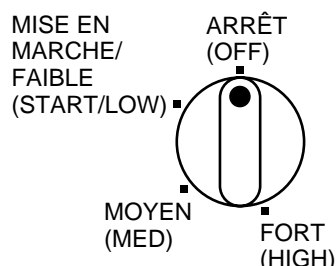

Figure 5 - Positions du bouton de commande
6. Tourner le bouton de commande sur la position FAIBLE (LOW) et l'enfoncer (voir la figure 5). Maintenir le bouton enfoncé et appuyer sur le bouton de l'allumeur piézo-électrique. Il peut être nécessaire d'appuyer de 3 à 8 fois sur ce bouton pour que le brûleur principal s'allume. Une fois qu'il est allumé, maintenir le bouton de la vanne de commande automatique enfoncé et le lâcher au bout de 30 secondes.